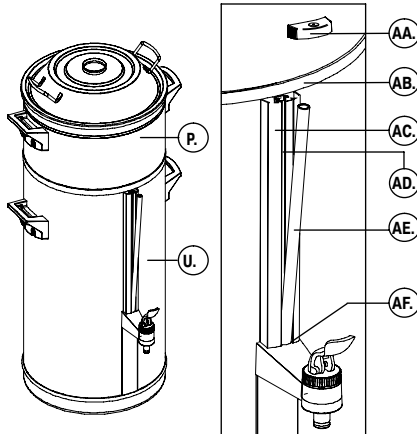

Fig. 8 Pulizia del vetro spia
- Pulire il vetro spia (vedere fig. 8).